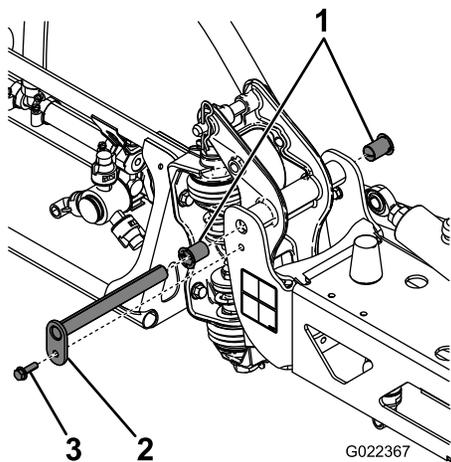

图57
3. 支撑住喷洒臂的重量然后拆下将枢轴销紧固到喷洒臂组件的螺栓和螺母 图57。
4. 卸下固定枢轴销的螺栓和螺母然后取下枢轴销 图57。
6. 从枢轴支架的前后侧拆下尼龙轴套并进行检查 图57。
7. 在尼龙轴套上涂上少量的机油然后将轴套装回到枢轴支架上 图57。
8. 将喷洒臂和枢轴支架装回中心机架上与孔对齐 图57。